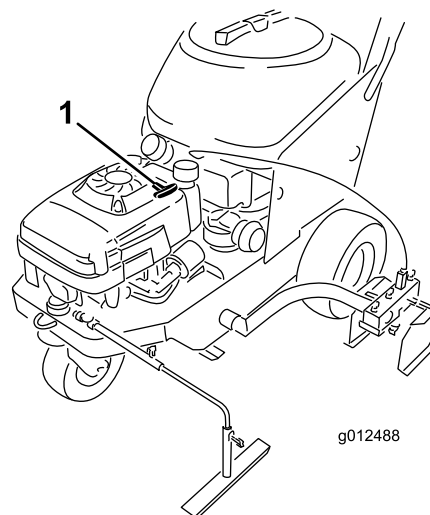

Figura 13
El arrancador de retroceso (Figura 13) está encima del motor. Tire del arrancador para arrancar el motor.
6. Tire del arrancador (Figura 13) suavemente hasta que note resistencia, luego tire con fuerza. Deje que la cuerda vuelva lentamente al motor.